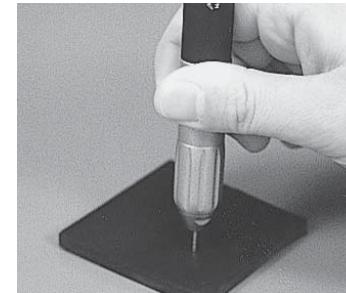

Fig. 7
1) Poiché il mandrino del manipolo PRESTO è un mandrino ad incastro, posizionare le frese fg con un diametro di 1,6 mm e premerle come indicato dalla Fig. 7.